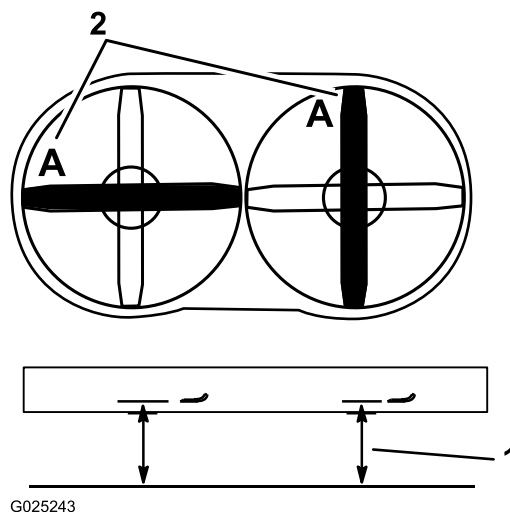

Figura 71
3. Ruotate una lama come illustrato nella Figura 71.
4. Misurate da un piano orizzontale fino al tagliente della lama, posizione A (Figura 71). Prendete nota di questa misura.